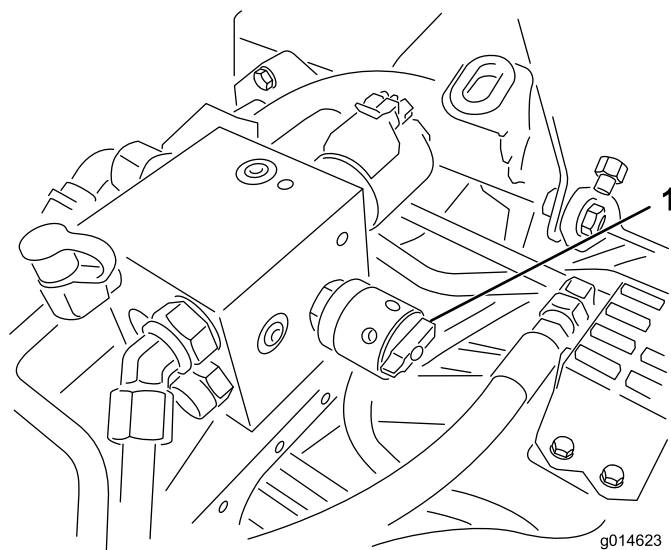

Bild 36
4. Drehen Sie zum Einstellen der Spindeldrehzahl das Handrad (Bild 36), bis die Zeiger auf die Nummer zeigen, die der gewünschten Einstellung entspricht.